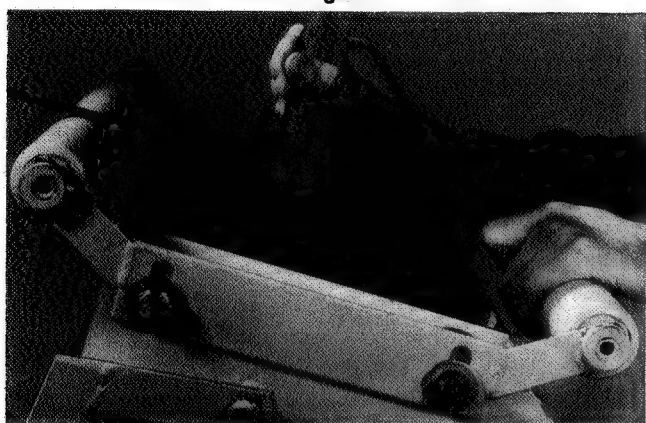

Fig.63
Check as shown in Fig. 63 at each end of the unit to ensure that the rolls are parallel with each other.
1. Sechskantschrauben lockern (B).
2. Den Einstellknopf (A) zum Verringern der Schnittiefe im Uhrzeigersinn und zum Erhöhen im Gegenuhrzeigersinn drehen.
3. Die Sechskantschrauben (B) wieder festziehen. Gemäß Fig.63 an beiden Enden des Geräts kontrollieren, daß die Walzen parallel zueinander liegen.
1. Desserrer les vis (B).
2. Tourner la molette de réglage (A) dans le sens des aiguilles d'une montre pour diminuer la hauteur de travail et dans l'autre sens pour l'augmenter.
3. Resserrer les vis (B). Vérifier, comme indiqué à la Fig.63, chaque extrémité de l'élément pour s'assurer du parallélisme des rouleaux.